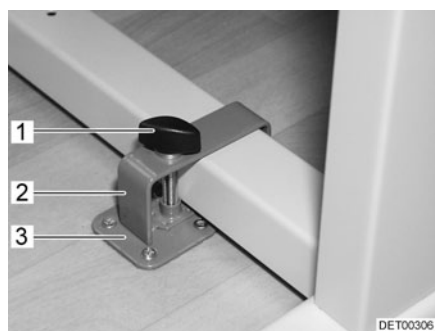
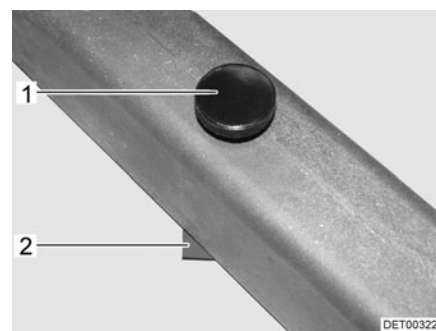

Fig. 64 Bloqueo mesa abatible con estribo
Fig. 65 Bloqueo mesa abatible sin estribo
- Colocar la mesa abatible junto a la sujeción (Fig. 64,3) o sobre la sujeción (Fig. 65,2).
- Colocar el estribo (Fig. 64,2) con el tornillo de sujeción (Fig. 64,1) sobre la pata de la mesa.
- Desplazar el estribo y de ser necesario la mesa abatible de tal manera que el tornillo de sujeción (Fig. 64,1 ó Fig. 65,1) pueda atornillarse en la sujeción (Fig. 64,3 ó Fig. 65,2).